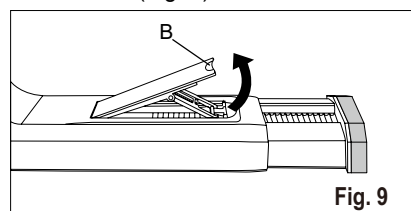

Fig. 9
1. Deschideți geamul și ridicați maneta de blocare a kitului de culisare a ferestrei (Fig. 9)